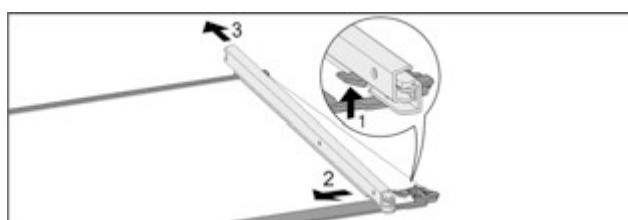

Fig. 104 Скляна пластина з рейками
- Натиснути передній гачок-фіксатор вгору. Fig. 104 (1)
- Виштовхніть війзну рейку в сторону Fig. 104 (2) та назад Fig. 104 (3).